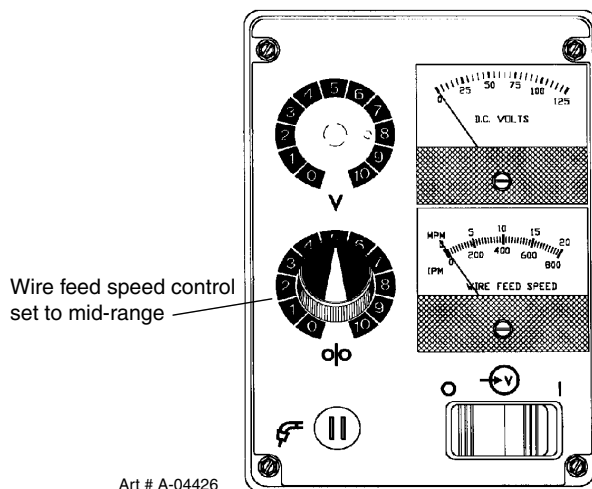

Figura 3-6: Controle de velocidade do arame
4. Ligue a fonte e o alimentador de arame, e ajuste o controle de velocidade para um valor médio (veja a figura 3-6). Remova o tubo de contato da tocha. Veja o manual da tocha. Pressione o gatilho da tocha ou a chave INCH até que o arame saia pela ponta da tocha. Passe o tubo de contato pelo arame e coloque-o no local e aperte firmemente. Corte um pedaço do arame aproximadamente a 1/4 de polegada (6 mm) do bico.